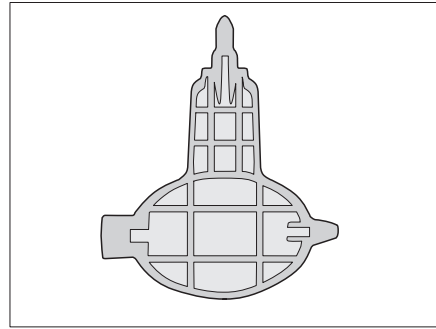

Bild 345 Nyckel till luktlås (endast Alpa)
- ▷ Hos modell Alpa medföljer en nyckel (Bild 345) att använda när luktlåset ska lossas.